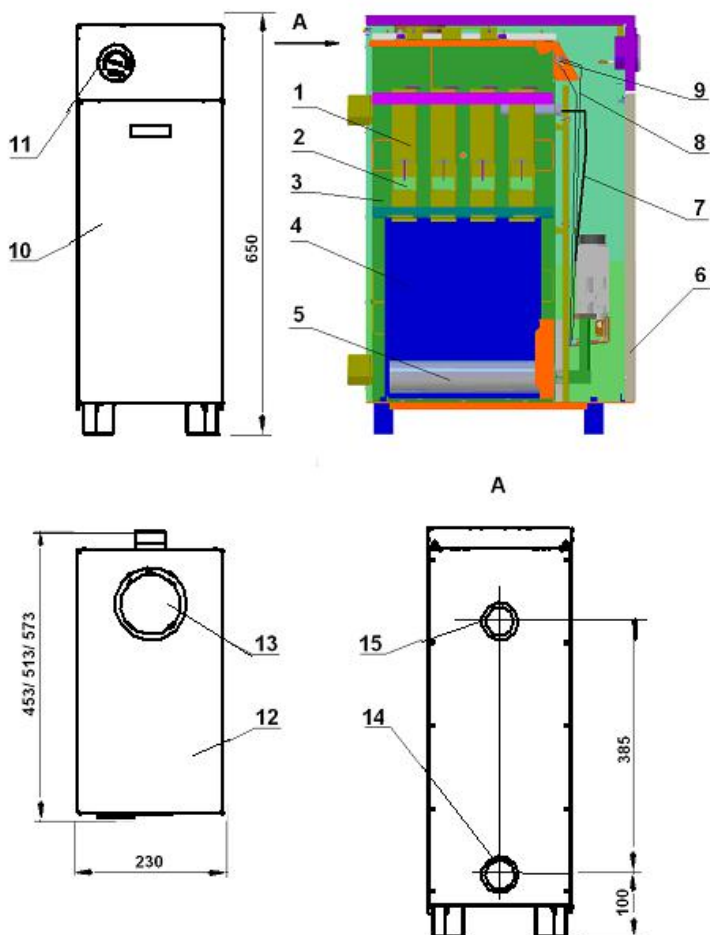

Рис.1 Котлы КС-Г-7S-Э/10S-Э/12S-Э/7Т-Э/10Т-Э/12Т-Э
5.2.2 Котлы КС-Г ... (рис.1, 2, 3) состоят из прямоугольной топки 4 с дымогарными трубами 1. Вокруг дымогарных труб 1 имеется водяная рубашка 3. Через дымогарные трубы 1 дымовые газы, выходящие из топки 4, направляются к дымоходу 13. В дымогарных трубах 1 расположены турбулизаторы 2, увеличивающие отбор тепла и КПД котла.
Остальное см. рис. 1
Автоматика безопасности: датчик тяги 9 рис.1 (на дымоходе котла) и термопара 4 предназначены для прекращения подачи газа к основной и к пилотной (запальной) горелке 2 при отсутствии тяги в дымоходе, прекращении подачи газа или погасании пилотной (запальной) горелки. При нагреве теплоносителя (воды) до 90 ± 5 °С автоматика безопасности отключит подачу газа на основную горелку, пилотная горелка продолжит свою работу. Как только температура теплоносителя опустится ниже своего заданного значения, подача газа на основную горелку возобновится.